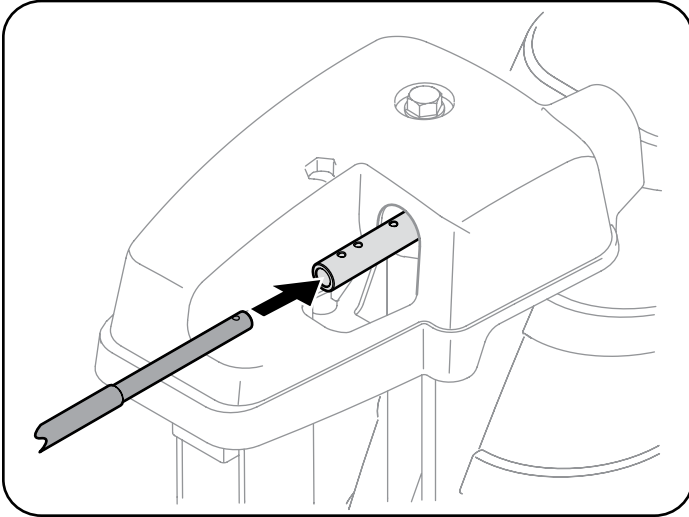

Figura 28
2. Inserte el extremo redondeado de la varilla de control del canal en el cabezal de control del canal. Empuje la varilla tan lejos dentro del cabezal de control del canal como sea posible, manteniendo los orificios en la varilla orientados hacia arriba. Consulte Figura 28.